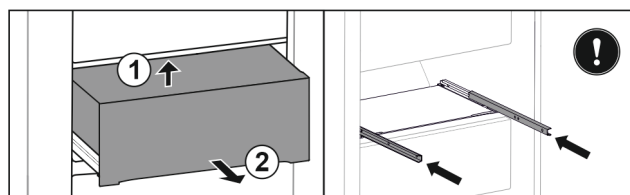

Fig. 37 *
- ▶ Unieść z tyłu od dołu Fig. 37 (1).*
- ▶ Wyjąć do przodu Fig. 37 (2).*